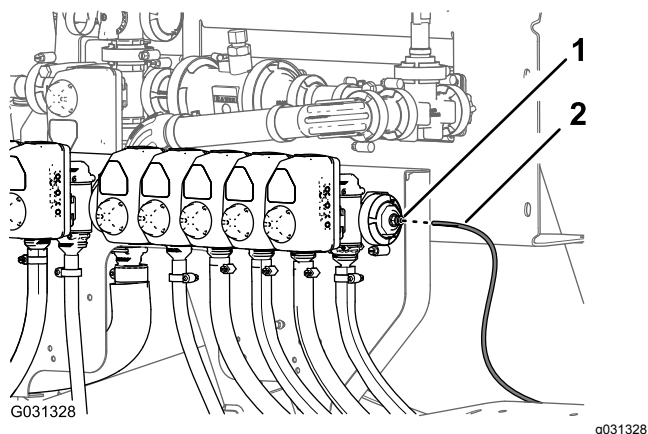

Рисунок 139
1. Подсоедините конец трубки датчика давления (пластиковой) для манометра на приборной панели к запорному кольцу соединительной муфты трубки (Рисунок 139).
2. Вставьте трубку датчика давления в запорное кольцо до полной посадки трубки (Рисунок 139).